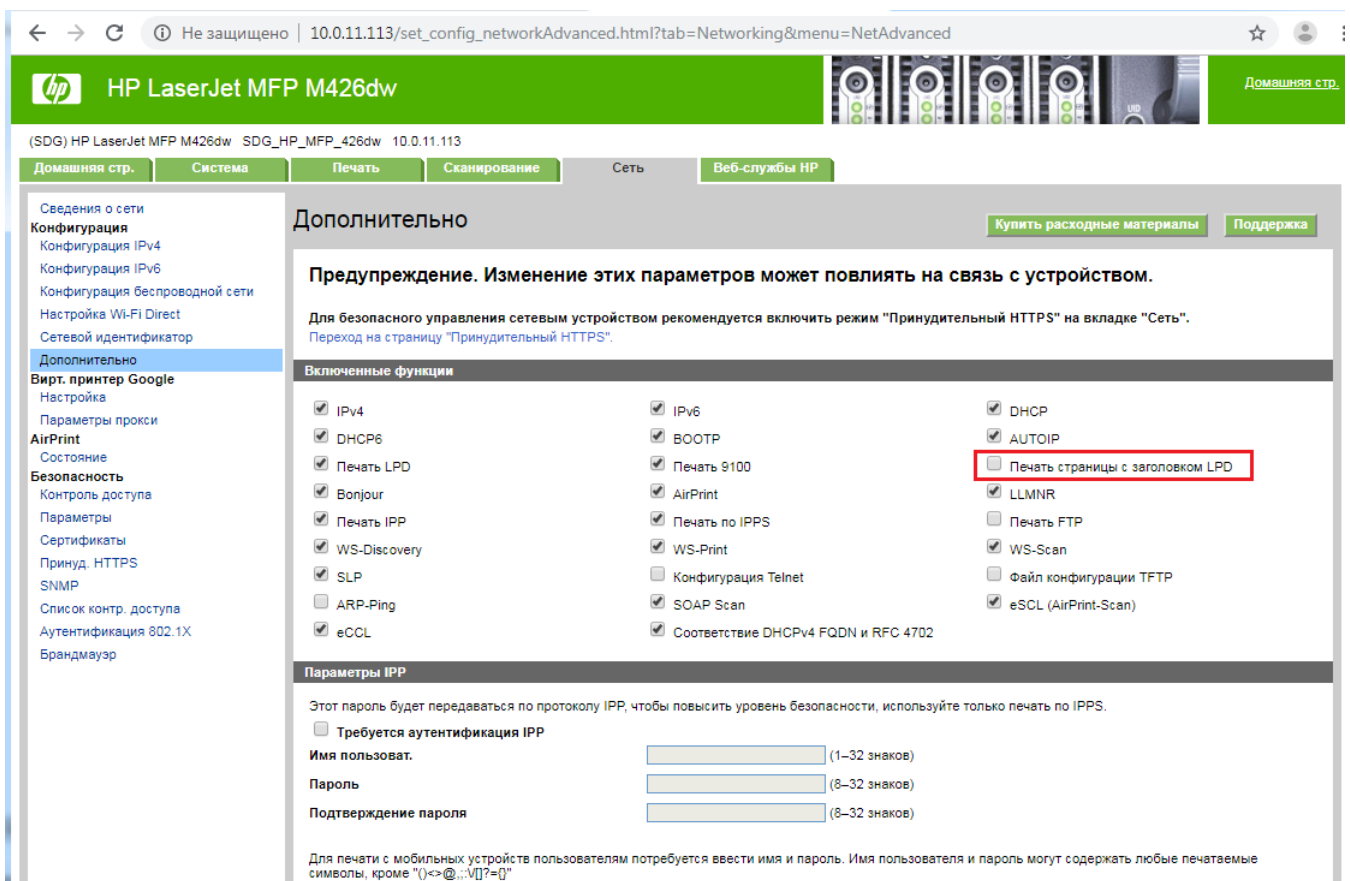

Рисунок 3.18 - Настройка принтера для отключения печати дополнительной страницы при использовании сервера печати LPD
- Второй вариант - подключиться к принтеру по его ip-адресу через веб-браузер и убрать настройку **Печать страницы с заголовком LPD**. Данная настройка может располагаться во вкладке Сеть - меню Конфигурация - меню Дополнительно - Включенные функции (рис. 3.18).